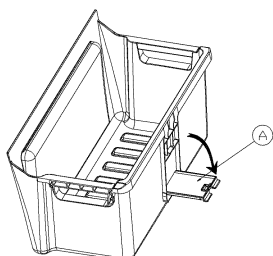

FIGURE -1-
- Retirez le bac inférieur du compartiment congélateur et ouvrez le **couvercle du système de vidange (A)** situé à l'arrière du bac (figure-1).